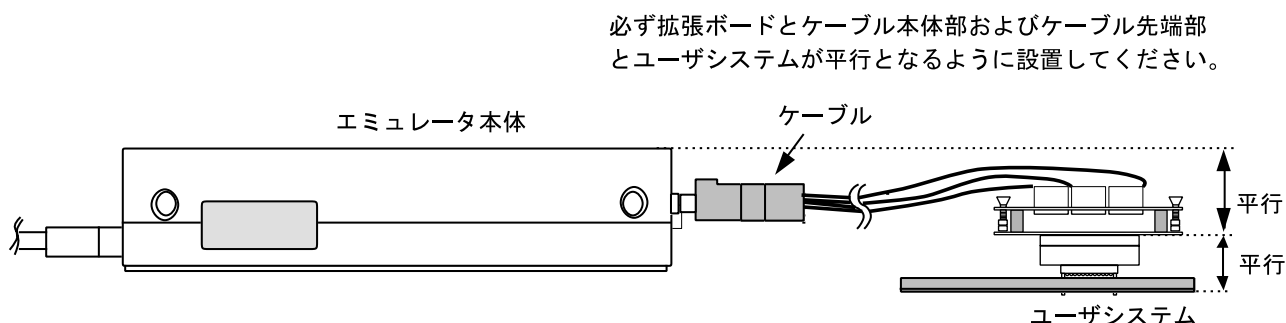

図 12 設置例
- (1) ユーザシステムへの接続時には1ピン位置に十分注意して、誤接続は絶対にしないでください。
- (2) 本ユーザシステムインタフェースケーブルを使用する場合の推奨マウントパッド寸法は、MCU 実装用マウントパッド寸法とは異なりますので注意してください。
- (3) 本ユーザシステムインタフェースケーブルは、HS2214EPI61H エミュレータ専用ですので、他のエミュレータ本体には使用しないでください。
- (4) ケーブル本体部が断線する可能性がありますので、本ユーザシステムインタフェースケーブルの上に重いものや金属等の角の尖ったものを置かないでください。
- (5) ユーザシステムに接続した状態では、ユーザシステムインタフェースケーブル、特にケーブル先端部に無理な力が加わらないように注意する必要があります。図 12 の設置例を参照してご使用ください。